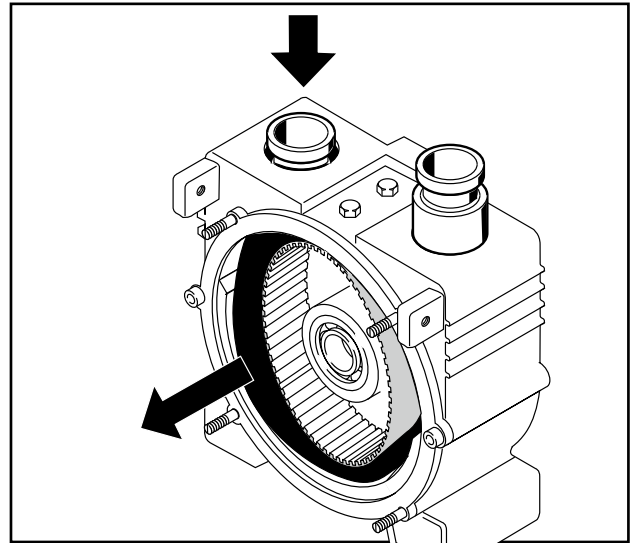
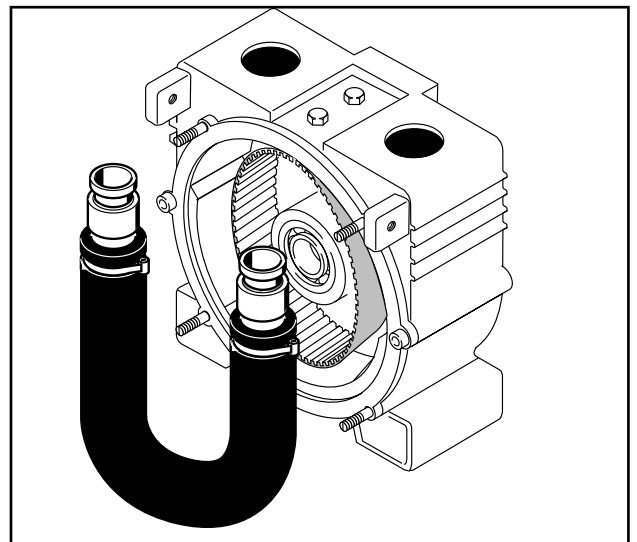

Abb. 12 Demontage Förderschlauch
Abb. 13 Demontage Förderschlauch
8. Förderschlauch auf der Druckseite in das Gehäuse zurückziehen, danach Saugseite zurückziehen und herausnehmen (Abb. 12 und Abb.13).